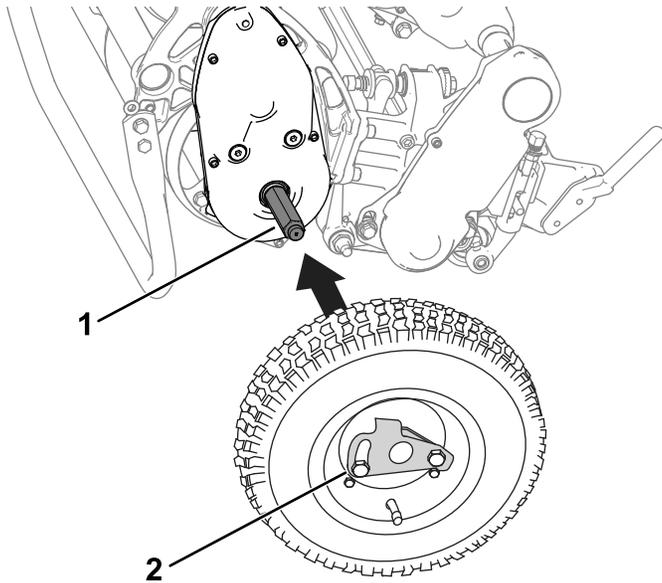

图 25
2. 将行走轮滑动到轴上（图 25）。
3. 转动行走轮锁定夹（图 25），使其离开轮的中心，将行走轮滑动到轴上。